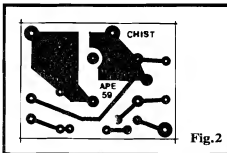

Fig.2
- FIG. 2 - LAY OUT DO CIRCUITO IMPRESSO ESPECÍFICO - Super-simples, como o próprio circuito, o padrão cobreado de ilhas e pistas do Impresso (em tamanho natural, na figura...) pode ser facilmente copiado e realizado, pelas técnicas convencionais de confecção... Observar apenas a necessidade de algumas trilhas mais avantajadas, pelas quais circulará considerável Corrente durante o funcionamento do sistema... No mais, é conferir bem a plaquinha ao final da confecção, já que - conforme foi dito - os níveis de Potência são "fortes" em alguns setores, e qualquer pequeno "curto" poderá fazer a "fumaça subir" ... Observar ainda a disposição geral das ilhas correspondentes à utilização **específica** do relê indicada na LISTA DE PEÇAS, modelo G1RC2 ("Metaltext")... Se qualquer outro relê, eletricamente equivalente, mas de pinagem **diversa**, for utilizado, será necessária alguma modificação no **lay out**, adaptação que fica por conta do Leitor/Hobbysta...